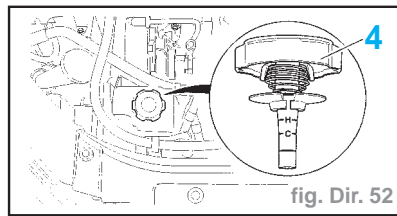

fig. Dir. 52
- Remplir le réservoir d'assistance de direction jusqu'au repère (C) du bouchon (4) (fig. Dir. 52).